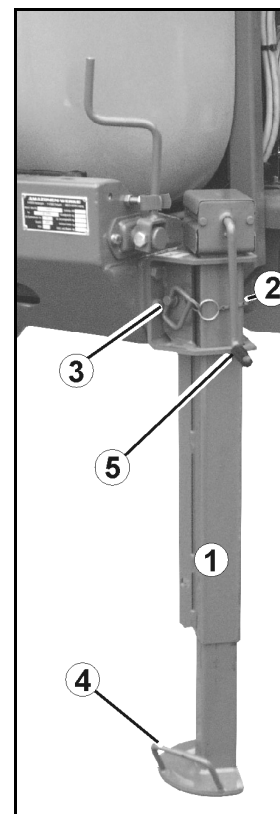

Fig. 39
Stand with crank (Fig. 39/1):
5. Using the manual crank (Fig. 39/5)
1. Loosen linchpin (Fig. 39/2) lösen.
2. Pull out pin (Fig. 39/3) herausziehen.
3. Raise/lower stand using handle (Fig. 39/4).